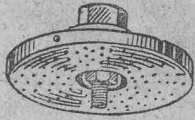

Fig. T 419
- Fig. T 419. Für Fabriken, Kasernen. Anschlußgewinde 1/2 oder 3/4" (13 oder 20 mm) M